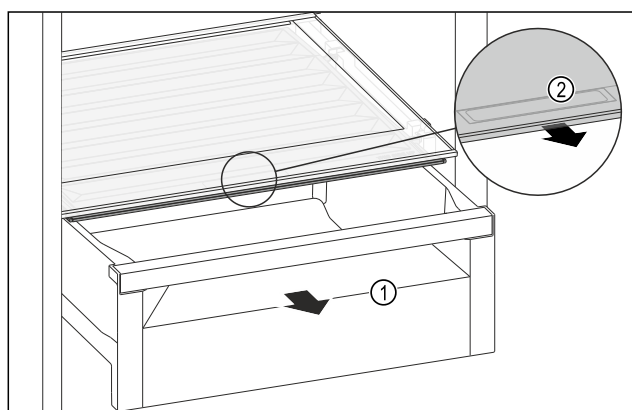

Fig. 135
- ▶ 拉出抽屉 Fig. 135 (1)。
- ▶ 抓住抽屉盖上的内嵌式拉手 Fig. 135 (2)，并同时向前拉出抽屉盖。